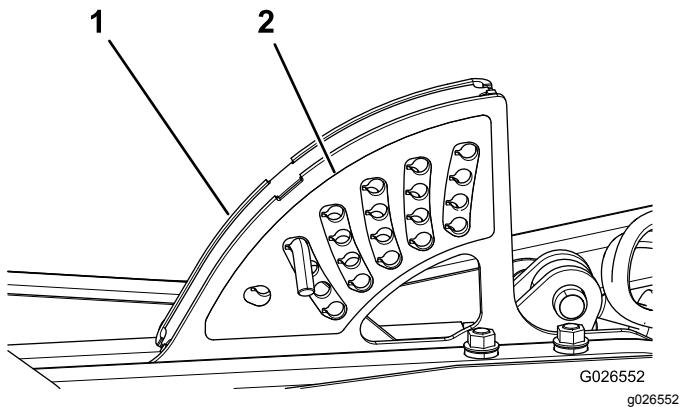

Bild 5
1. Entfernen Sie den vorhandenen Schnitthöhenaufkleber von der Schnitthöhenhalterung an der Maschine \(Bild 5\).